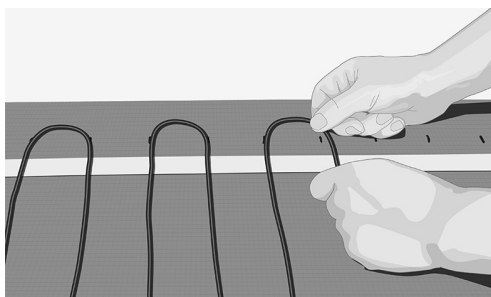

Fig. 11. Lägg ut kabeln enligt CC-märkningen
9. Lägg ut värmekabeln och fäst med jämna mellanrum (Fig. 11).